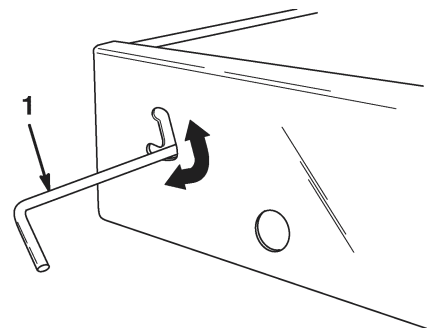

Figure 9
1. Poussez le verrou vers le haut dans la fente découpée dans le châssis (Fig. 9).
3. Pour bloquer le plateau sur le châssis, poussez le verrou en bas de la fente (Fig. 9).